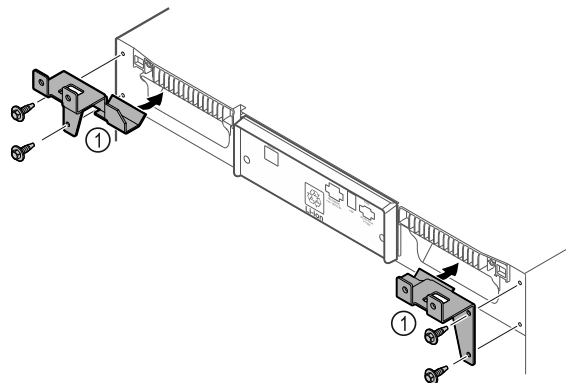

Fig. 8
- ▶ Monter festedelene Fig. 8 (1) på apparatet med de vedlagte skruene.